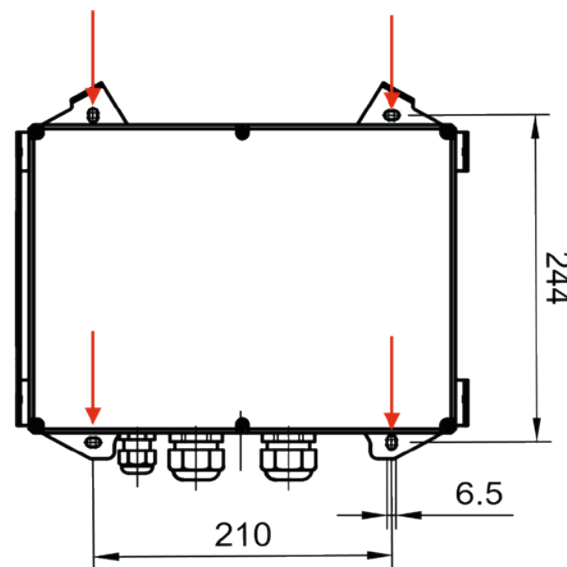

Abbildung 19: Montageplatte mit Bemaßung
2. Suchen Sie einen geeigneten Ort, an dem Sie die Montageplatte anbringen (Abbildung 19). Beachten Sie das Kapitel **Vorgaben an den Montageort** (Seite 29).
3. Richten Sie die Montageplatte an der gewählten Fläche aus: Verwenden Sie dazu ggf. eine Wasserwaage. Zeichnen Sie die Bohrlöcher an (Abbildung 19, Pfeile). Achten Sie darauf, dass die Kabelöffnungen nach unten zeigen.
6. Befestigen Sie die Montageplatte der Wallbox mit vier Schrauben (\varnothing max. 6 mm). Nutzen Sie dafür die entsprechenden Befestigungslöcher in der Montageplatte (Abbildung 19, Pfeile).